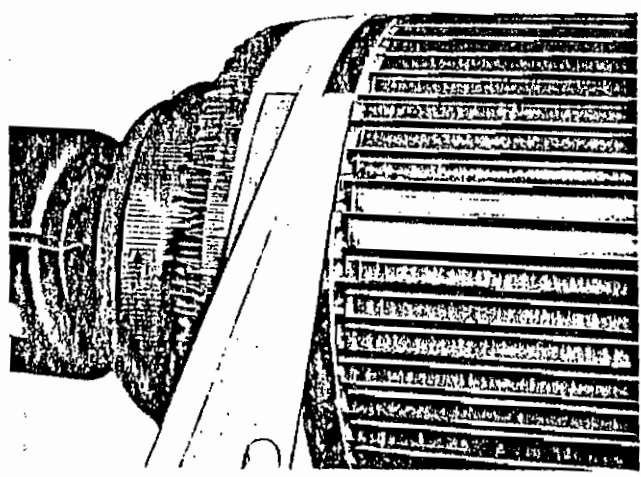

Fig. 27. Aplicación de la base de banda de asbesto barnizado sobre las bobinas del extremo del conmutador
- c. Instálase la base de banda de asbesto barnizado, colocando el borde interior adyacente a las cuñas (véase la Fig. 27). Asegúrese en su puesto con varias vueltas de cinta de vidrio.